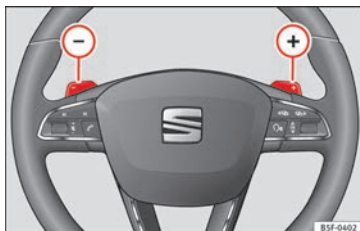

Abb. 180 Lenkrad: Hebel für Automatikgetriebe.
- Tippen Sie die Schaltwippe (+), um einen Gang hochzuschalten » Abb. 180.